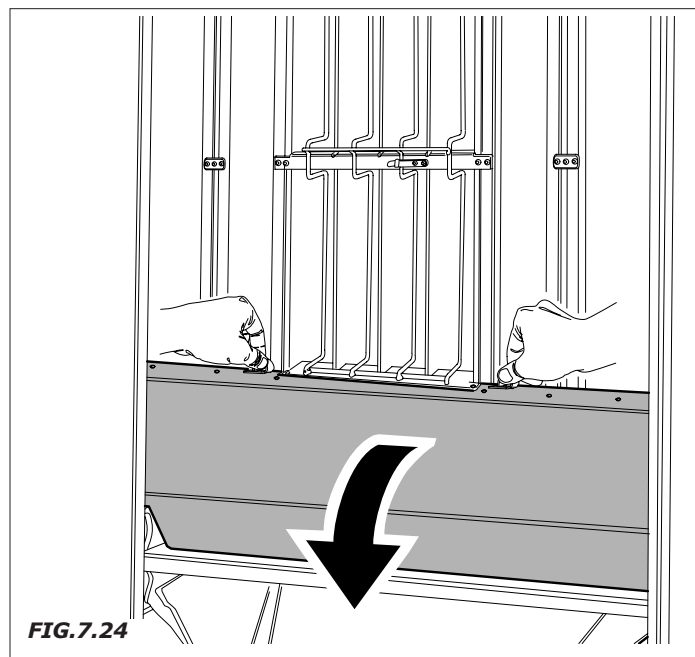

FIG.7.24
- Retirar las protecciones de chapa para poder acceder a los motores (Fig.7.24).